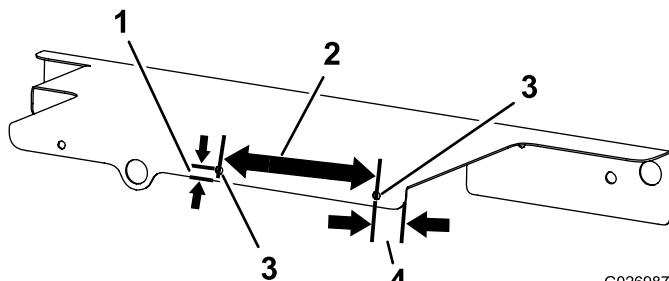

Figura 14
- Perfore 2 taladros de 8,6 mm en el protector de la cubierta derecha (Figura 14).
Nota: Consulte Figura 14 y mida la posición de los taladros de 8,6 mm